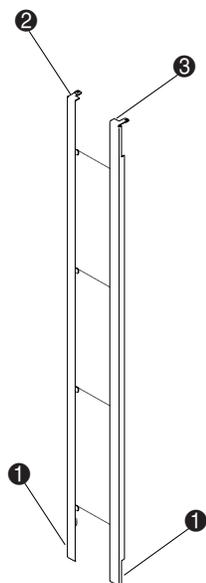

Abbildung 2-17. Montieren des hinteren Verkleidungsprofils
1. Setzen Sie die beiden Verkleidungsprofile **2** und **3** für die Rückseite wie in Abbildung 2-17 dargestellt zusammen.